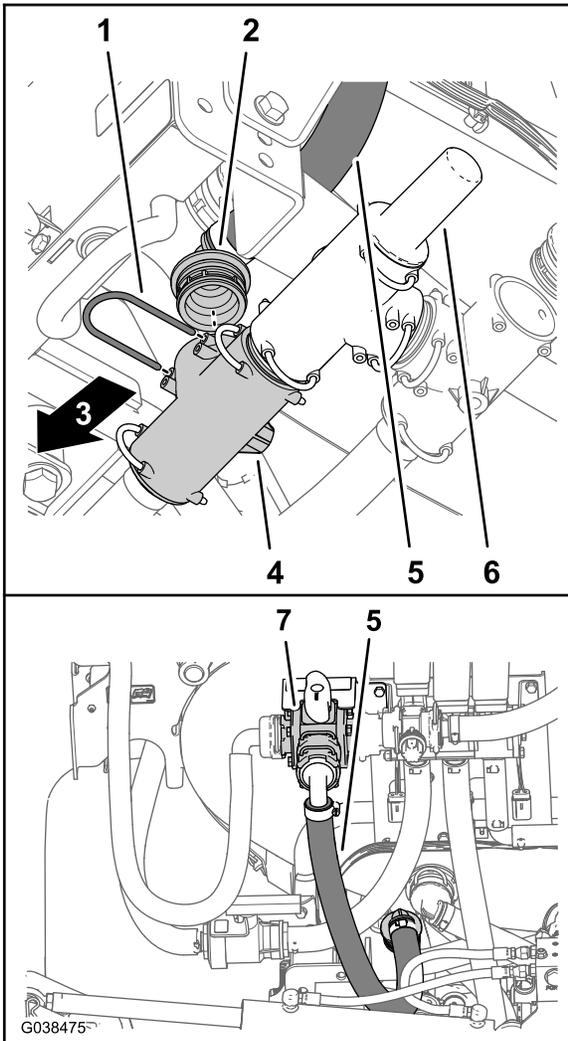

Figure 11
- Déposez l'étrier qui fixe le raccord à 90° cannelé du flexible d'alimentation du pulvérisateur au raccord en T situé devant le clapet de décharge de pression (Figure 11).
4. Débranchez le raccord à 90° cannelé du raccord en T (Figure 11).